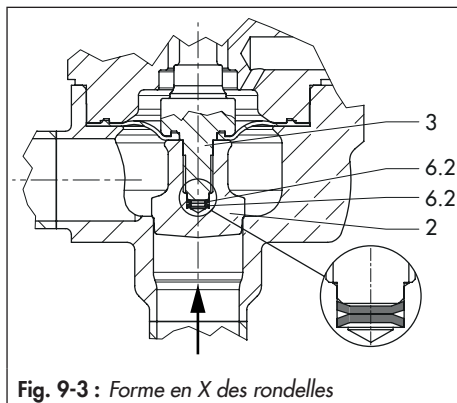
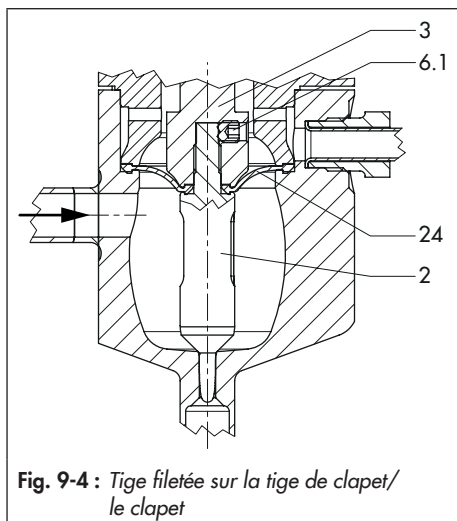

Fig. 9-3 : Forme en X des rondelles
Fig. 9-4 : Tige filetée sur la tige de clapet/
Légende des Fig. 9-1 à Fig. 9-4
5. **Pour l'exécution microdébit :** desserrer la tige filetée (6.1), voir Fig. 9-4.
6. Dévisser la tige de clapet (3) du clapet (2).
7. Retirer la membrane (24).
8. **Pour l'exécution standard :** retirer les rondelles de sécurité (6.2), voir Fig. 9-3.
10. Enduire le filetage de la tige de clapet (3) de lubrifiant approprié.
11. Visser la tige clapet (3) et le nouveau clapet (2) à l'aide d'un outil approprié. Respecter les couples de serrage prescrits.
13. Dévisser la tige de clapet (3) du clapet (2).
14. **Pour l'exécution standard :** insérer des rondelles de sécurité (6.2) neuves dans le trou fileté du clapet de sorte qu'elles forment un « X », voir Fig. 9-3.
15. Insérer la nouvelle membrane (24) dans le nouveau clapet.
16. Visser à nouveau la tige clapet (3) et le nouveau clapet (2) à l'aide d'un outil approprié. Aligner la tige de clapet sur le repère dessiné précédemment. Pour ce faire, utiliser un outil approprié (p. ex. étau à mâchoires souples) pour enserrer la tige et la tirer jusqu'à la bonne position.
18. **Pour l'exécution microdébit :** sécuriser le clapet (2) avec la tige filetée (6.1), voir Fig. 9-4.
21. Insérer le clapet (2) avec la tige de clapet (3) et la membrane (24) dans la lanterne standard (20).
22. Placer la lanterne standard (20) avec la tige de clapet (3), le clapet (2) et la membrane (24) sur le corps (1).
23. Enduire les vis (34) avec un lubrifiant approprié.
24. Serrer progressivement les vis (34) sur la lanterne standard (20) en diagonale jusqu'à ce que le chapeau de vanne entre en contact avec la bride de corps.
8. **Pour l'exécution standard :** retirer les rondelles de sécurité (6.2), voir Fig. 9-3
1. Desserrer les vis (34) du chapeau de vanne (21).
2. Retirer du corps (1) le servomoteur et le chapeau de vanne (21) avec la tige de clapet (3), le clapet (2) et la membrane (24).
3. Visser la tige de clapet (3) avec le clapet (2) et la membrane (24) de la tige de servomoteur et retirer du chapeau de vanne (21).
16. Visser à nouveau la tige clapet (3) et le nouveau clapet (2) à l'aide d'un outil approprié. Aligner la tige de clapet sur
18. **Pour l'exécution microdébit** : sécuriser le clapet (2) avec la tige filetée (6.1), voir Fig. 9-4.
21. Placer le clapet (2) avec la tige de clapet (3) et la membrane (24) dans le chapeau de vanne (21).
22. Enduire le filetage du chapeau de vanne (20) avec un lubrifiant approprié.
23. Visser le servomoteur sur le chapeau de vanne (21).
25. Visser la tige de clapet (3) avec le clapet (2) et la membrane (24) sur la tige de servomoteur. Respecter les couples de serrage prescrits.
26. Placer le servomoteur et le chapeau de vanne (21) avec la tige de clapet (3), le clapet (2) et la membrane (24) sur le corps (1).
27. Enduire les vis (34) avec un lubrifiant approprié.
28. Serrer progressivement les vis (34) sur le chapeau de vanne (21) en diagonale jusqu'à ce que le chapeau entre en contact avec la bride de corps.